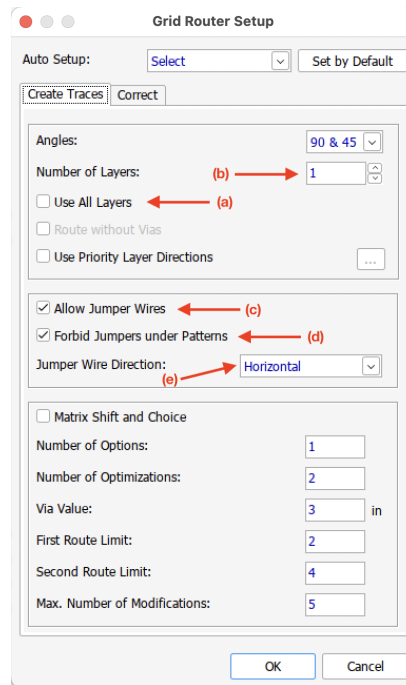

Figura 24: Configuração do Autorouter
3. Entrar em "Route > Autorouter Setup..." e configurar, conforme Figura 24, o seguinte: